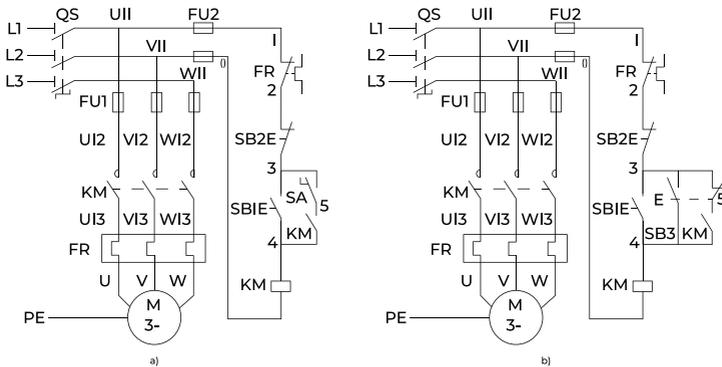

Fig.No.3.2.1 Circuito di controllo per la rotazione positiva continua e rampante
1. Lettura del diagramma elettrico (vedi Fig.No.3.2.1), familiarizzazione con il principio di funzionamento del circuito e le funzioni di tutte le parti elettriche.
5. Verificare l'accuratezza del cablaggio sulla piastra a maglie secondo il diagramma del circuito (vedi Fig. No. 3.2.1).
11. (11) Eseguire la prova di funzionamento.